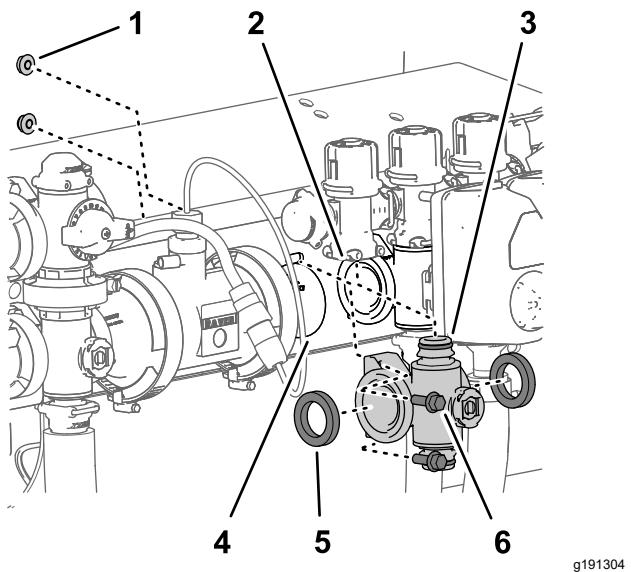
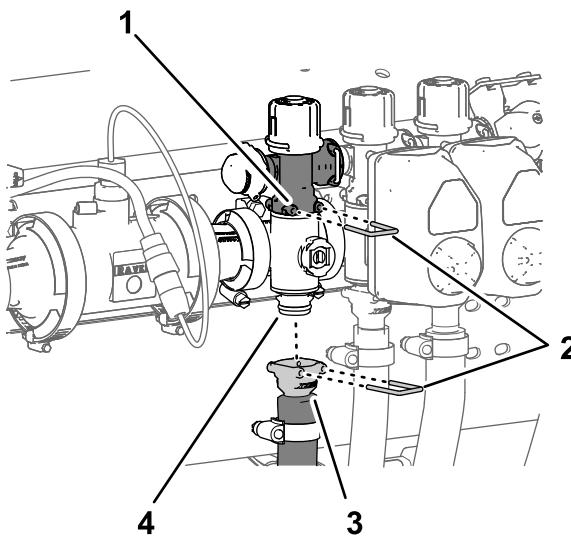

Figure 122
Figure 123
- Alignez les 2 joints que vous avez retirés à la section Dépose de la vanne de section du collecteur \(page 88\) et les brides du collecteur de vanne de section (Figure 122).
- Alignez la bride du collecteur de vanne de section entre les brides des autres vannes de section et/ou adaptateur d'accouplement (Figure 122).
- Fixez le raccord rapide du collecteur de vanne de section au raccord rapide femelle de la vanne de dérivation de section à l'aide d'un l'étrier de fixation (Figure 122 et Figure 123).
| 5. Pour les collecteurs de vannes de sections gauche et droite, fixez le collecteur de vanne au support de vannes (Figure 122) à l'aide des 2 boulons à embase (1/4 x 3/4 po) et des 2 contre-écrous à embase (1/4 po) que vous avez |                                   |
8. Fixez le raccord rapide du flexible de section au raccord rapide du collecteur de vanne de section à l'aide de l'étrier de fixation (Figure 123).